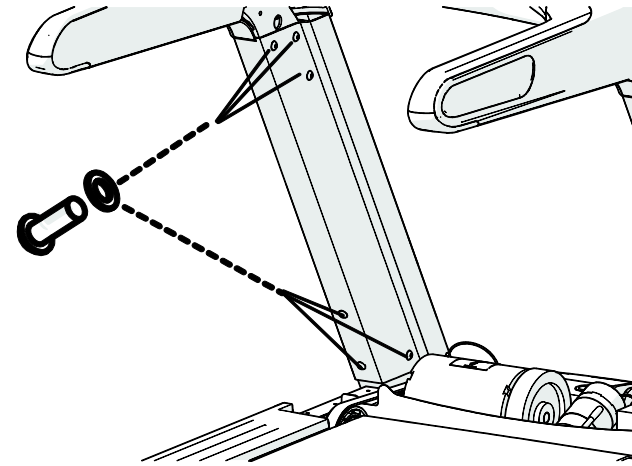

Рисунок 5 (показана одна сторона)
2. Закрепите обшивку обеих вертикальных стоек шестью винтами и шестью шайбами с каждой стороны (см. рис. 5). Не закручивайте винты до конца. Убедитесь, что обшивка не поддерживается снаружи.
- Четыре винта, прикрепляющие стороны вертикальных стоек к основанию беговой дорожки (см. рис. 5).